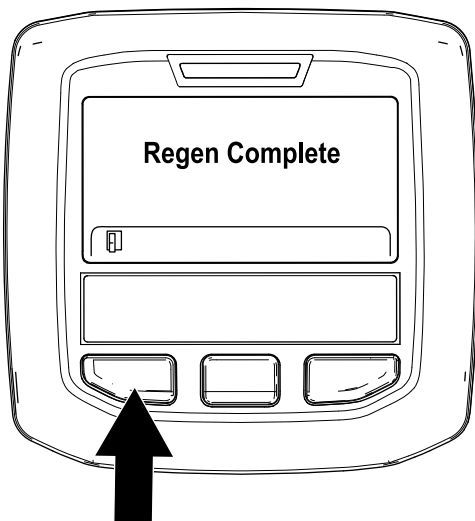

図 40
9. 駐車再生が終了すると、インフォセンターに Regen Complete と表示される。左ボタンを押してホーム画面に戻る 図 40。